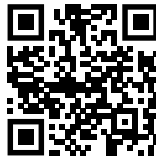

Fig. 120
- ▶ Відкрити Liebherr SmartMonitoring Dashboard. (див. Fig. 120)